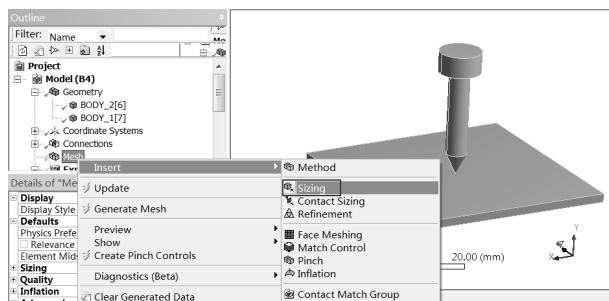

图 11-17 划分网格
Step2：如图 11-17 所示，右击 Mesh 选项，在弹出的快捷菜单中选择 Insert Sizing 命令。